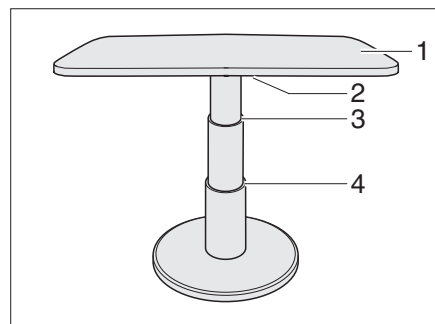

Bild 57 Hubtisch der Rundsitzgruppe
- Den Verriegelungshebel (Bild 57,2) nach links schwenken. Die Verriegelung ist offen.
- Die Tischplatte (Bild 57,1) in der Mitte bis zum gewünschten Anschlag (Bild 57,3 oder 4) nach unten drücken und gedrückt halten.